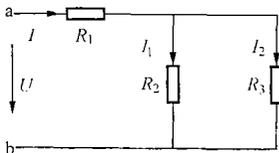

图 A-1
**La5A2006** 如图 A-1 所示电路中  $R_{ab}$  的值为 (B)。
- (A)  $R_1+R_2+R_3$ ;